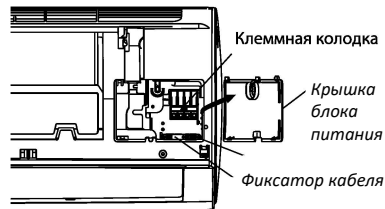

Рис. 2.18
- **Подключение кабелей (рис.2.18)**